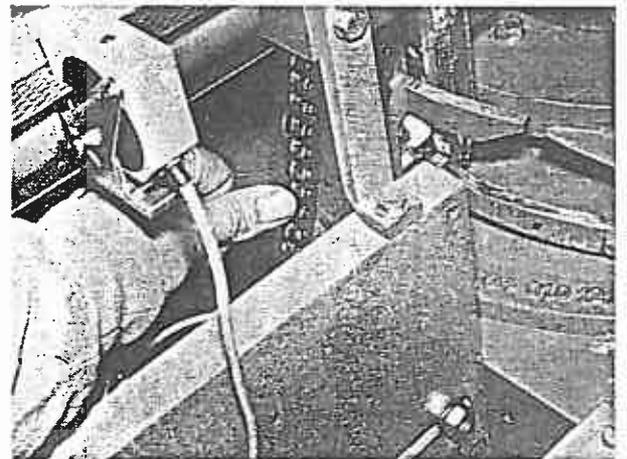

Bild 38
2. Kette am längsten freiliegenden Teil durchdrücken (Bild 38). Sie darf sich nur 5...10 mm durchdrücken lassen, ggf. nachspannen (siehe Abschnitt 7.1).